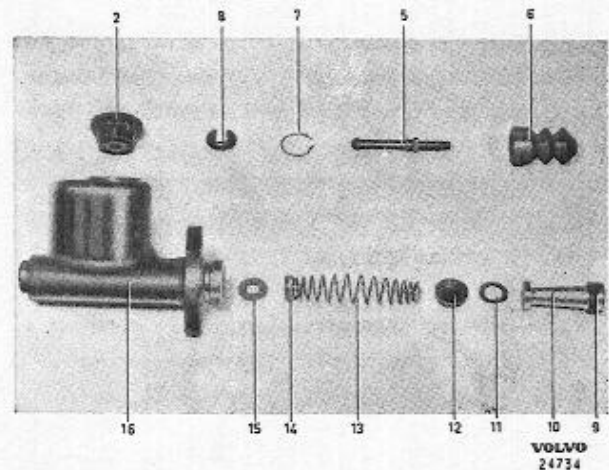

Abb. 44 Hauptzylinder, spätere Ausführung
1. Verschlußstopfen (2, Abb. 44) herausdrehen und Bremsflüssigkeit ausschütten.
2. Gummikappe (6) nach hinten abziehen und Sicherungsring (7), Scheibe (8) und Druckstange (5) abnehmen. Zylinder anheben, so daß die Teile herausfallen können, siehe Abb. 44.
1. Scheibe (15, Abb. 44) im Boden des Zylinders montieren.
2. Dichtung (12) auf die Führung der Feder setzen. Dichtung in Bremsflüssigkeit tauchen und